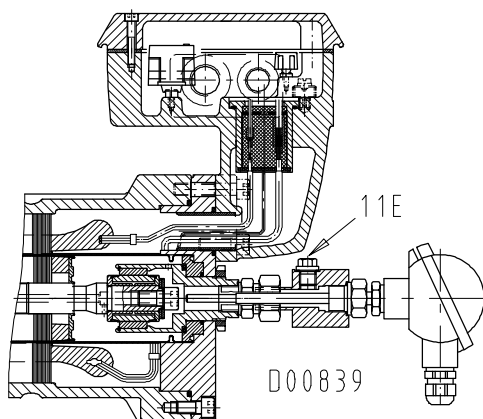

Рисунок 15 (с точками измерения температуры в камере ротора)
- Соединение 11E (G 1/4) см. Рисунок 15